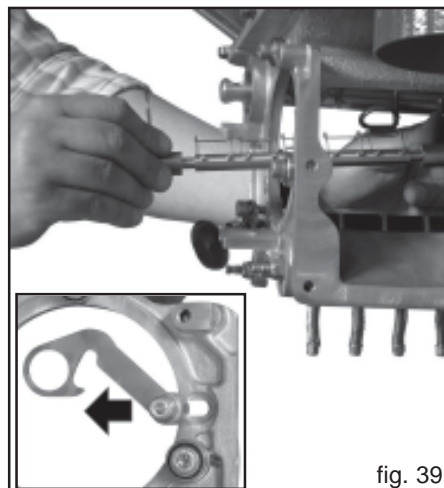

fig. 39
- 4) Reinigungswelle nach vorne ziehen und aus dem Dosiergeraet entnehmen. (Fig. 39).